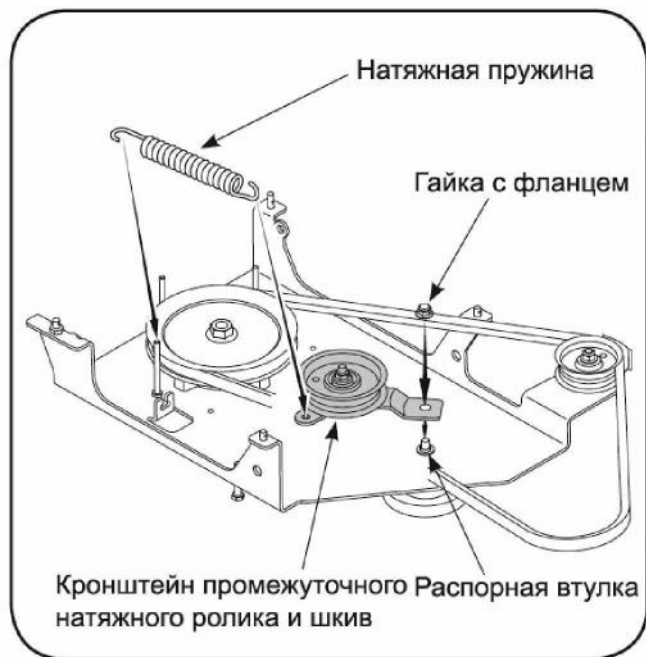

Рис. 8.
1. Отверните гайку с фланцем, как показано на Рис. 8, которая обеспечивает крепление кронштейна двойного промежуточного шкива к корпусу основания. Оставьте распорную втулку на месте.
2. Установите узел промежуточного шкива (упакованного отдельно) на винт с шестигранной головкой распорной втулкой на поверхность основания. См. Рис. 8.
3. Закрепите кронштейн промежуточного натяжного ролика на основание, используя крепежные элементы, которые были ранее удалены. См. Рис. 8.
4. Вставьте один конец натяжной пружины (732-0594А) в отверстие узла кронштейна только что установленного промежуточного натяжного ролика, а противоположный конец натяжной пружины – к держателю пальца, как показано на Рис. 8.